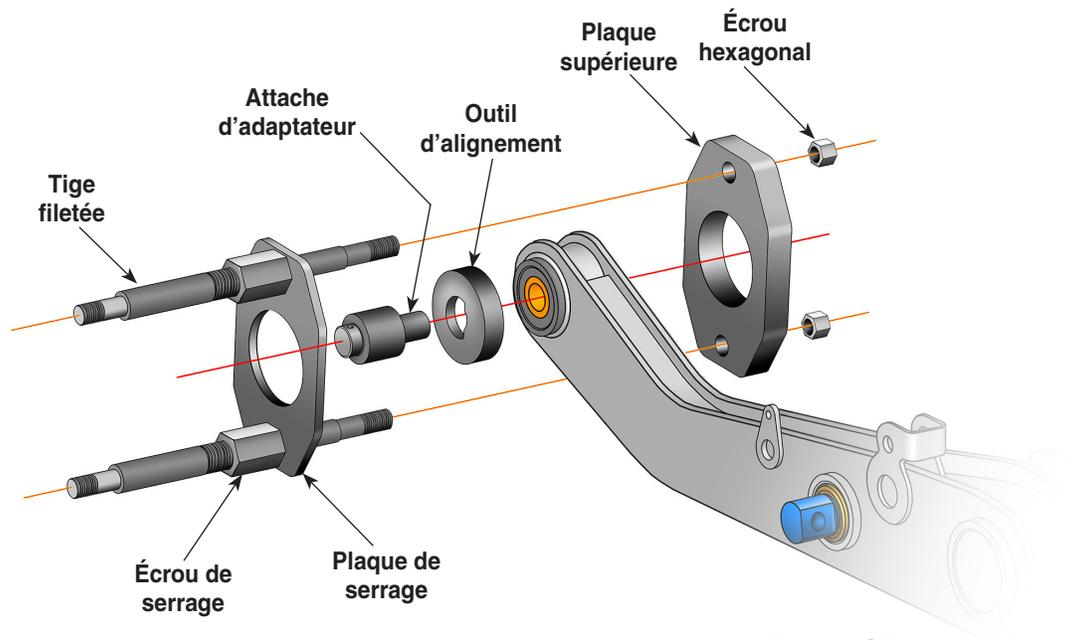

Figure 17
1. Insérez l'*attache d'adaptateur* dans l'*outil d'alignement* et dans le trou de la bague de pivot comme illustré à la Figure 17.